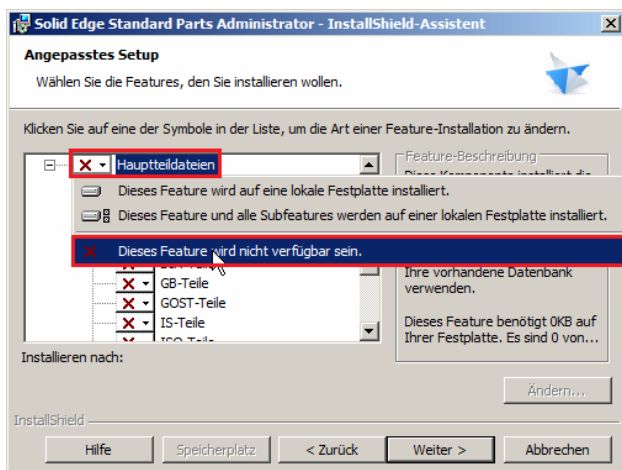
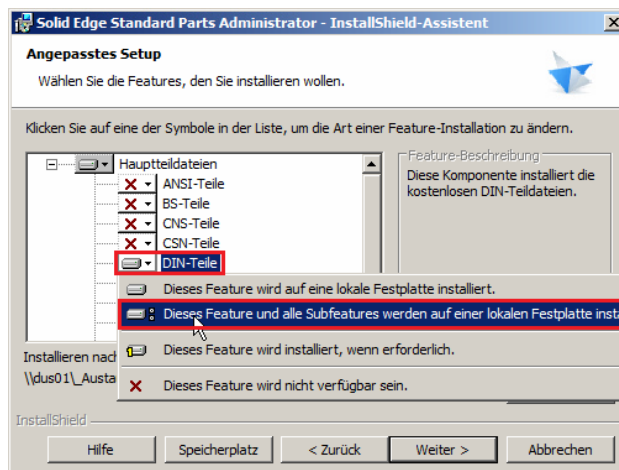
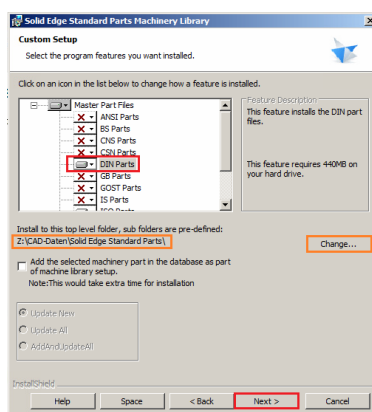

Abbildung 7
Abbildung 8
Abbildung 14
Wählen Sie zuerst alle Hauptteildateien ab, indem Sie im Pull-Down-Menü das rote X (Abb. 7) auswählen. Dann erweitern Sie ggf. die Liste, so dass Sie eine Norm aktivieren (Abb. 8). Vorzugsweise sollten Sie eine der Normen wählen, die Sie vollständig installieren möchten – hier im Beispiel DIN-Teile.
- 4.3. Wie schon unter *Punkt 3.6.* (Abb. 8, 9) beschrieben, wählen die zu installierenden Normen aus (Abb. 14). Der Installationsordner ist schon durch die vorhergehenden Installationsschritte voreingestellt. Bei Bedarf kann dieser zwar geändert werden, dieses Vorgehen wird jedoch in dieser Anleitung nicht behandelt.